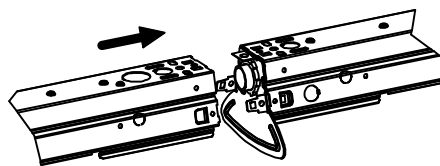

Fig 7: Row Connexion Monter
- 3) Insérez l'assemblage se joindre à la fin du luminaire. Faites glisser à côté luminaire sur l'assemblage comme le montre la Fig 7.